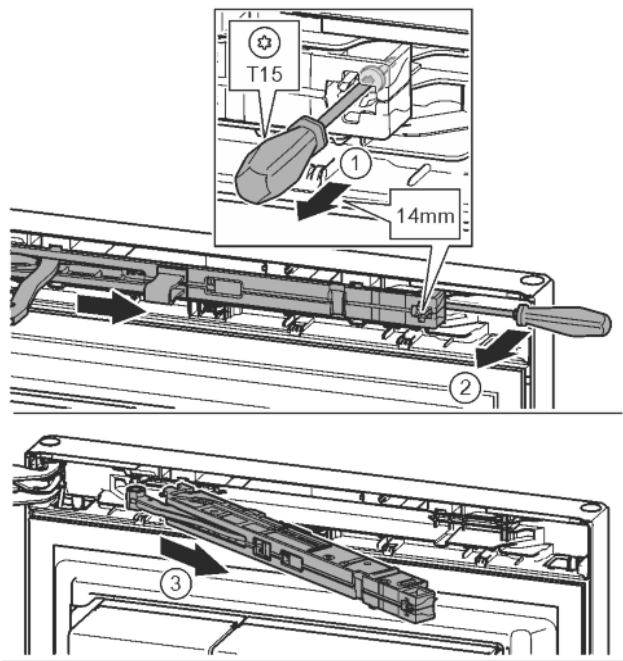

Fig. 10
- ▶ Ослабить винт на узле амортизатора с помощью отвёртки T15 примерно на 14 мм. Fig. 10 (1)
- ▶ Отвёрткой со стороны ручки переместиться за узел амортизатора и повернуть вперед. Fig. 10 (2)
- ▶ Извлечь узел амортизатора. Fig. 10 (3)